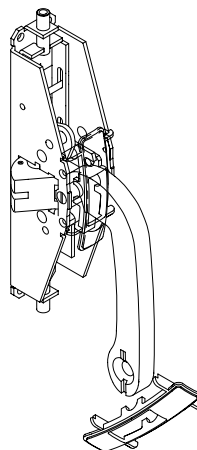

FIG. 9
- 6) **N.B. nel caso di montaggio del maniglione in abbinamento a chiusure multiple supplementari** montare i terminali delle aste nella scatola principale tenendo premuta la staffa del maniglione (8).
- 8) Posizionare le borchie plastiche sulle staffe (fig. 9).
- 8) Position the plastic escutcheon plates on the stirrup brackets (Fig. 9).
- 6) **N.B.: en cas de montage de la poignée anti-panique associée à des fermetures multiples supplémentaires**, monter les terminaux des tiges sur le coffre principal en maintenant la bride de la poignée (8) enfoncée.
- 8) Positionner les caches en plastique sur les brides (fig. 9).
- 6) **N.B.: En caso de montaje de la barra en combinación con cierres múltiples suplementarios**, coloque los terminales de las varillas en el cofre principal, manteniendo apretada la abrazadera de la barra (8).
- 8) Coloque los tachones plásticos en las abrazaderas (Fig. 9).
- 8) De kunststof doppen op de beugels aanbrengen (afb. 9)
- 6) **N.B. Wenn der Türdrücker in Kombination mit zusätzlichen Mehrfachschließungen montiert wird**, müssen die Endstücke der Stangen im Hauptkasten eingesetzt werden, dazu hält man den Bügel des Türdrückers (8) gedrückt.
- 8) Die Kunststoff-Rosetten auf den Bügel (Abb. 9) positionieren.